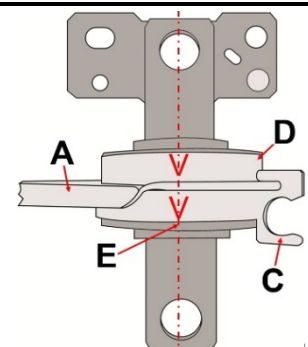

Abb.4
3. Handbremsseil aus der Aufnahme des Längslenkers (C) herausnehmen (Abb.4), damit der Längslenker nicht am Handbremsseil hängt und nach unten hin frei ist.